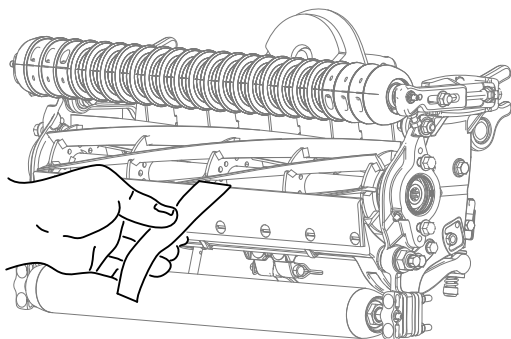

图 10
- 在滚刀与底刀间插入一长条 Toro 剪切性能纸纸要与底刀垂直检测剪切性能 图 10。